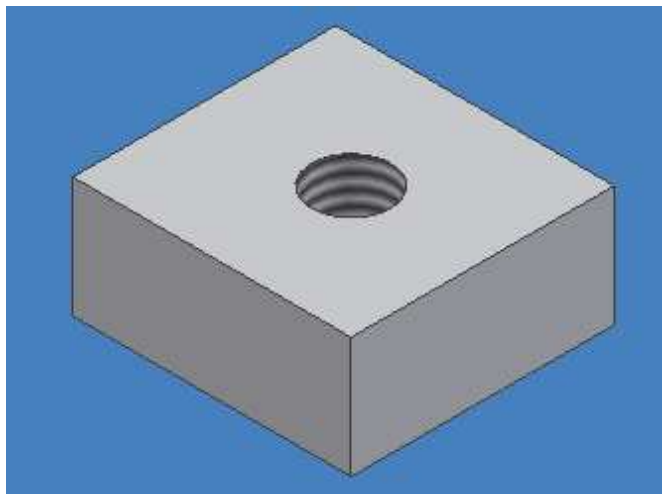

Figura 3.51 Creación de una cuerda ANSI 5/16-18UNC.
- Presione OK una vez que haya ingresado sus valores correspondientes para finalizar, figura 3.51.